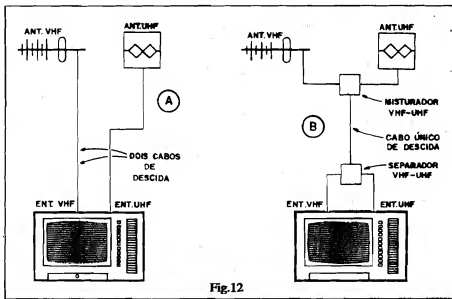

Fig.12
- FIG. 12 - Até agora falamos e mostramos os fatos como uma visão "estritamente em UHF"... Acontece que na grande maioria dos casos, também emissores "normais" (VHF) devem ser recebidas no sistema. A parte prática da instalação apresenta duas opções básicas, mostradas na figura... Normalmente existirá pelo menos uma antena de VHF para ser incorporada ao sistema de recepção; supondo que o receptor de TV apresente entradas específicas para a cabagem de antenas VHF e UHF (obviamente TV capaz de sintonizar VHF e UHF...), ou (12-A) são feitas duas "descidas" de cabo, uma para cada antena, ou (12-B) utiliza-se um MISTURADOR "lá em cima" e um SEPARADOR "aqui em baixo". Tanto o MISTURADOR quanto o SEPARADOR devem